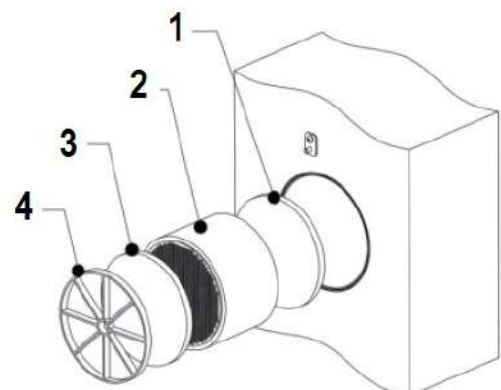

Fig.20
8) Installare il filtro (Fig. 20), il modulo ceramico del recuperatore di calore e il secondo filtro con la staffa di fissaggio all'interno del condotto. Procedere come al punto 5, sulla parte di canale interno per bloccare i componenti.
8) Install the filter (Fig. 20), ceramic enthalpy heat exchanger, another filter and bracket inside the inner duct. In this item carry out the step in advance in the item 6, which you have put the fittings in the inner duct.